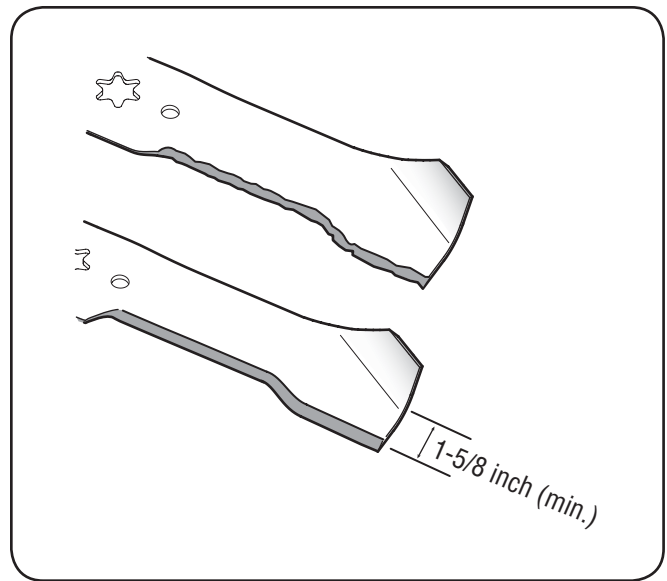

Figura 7-6
**IMPORTANTE:** Si el borde de corte de la cuchilla ya ha sido afilado hasta 1 5/8" del borde, o si existe una separación de metal, reemplace las cuchillas por otras nuevas. Vea la Figura 7-6.